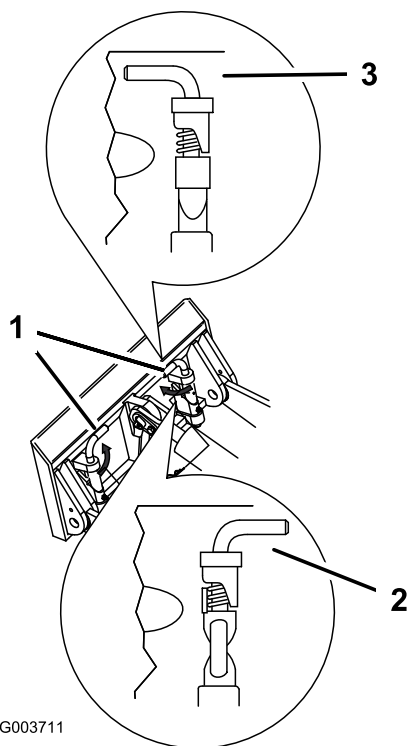

図 25
7. クイック取り付けピンを取り付けプレートにはめ込み、確実にハマっていることを確認する 図 25。